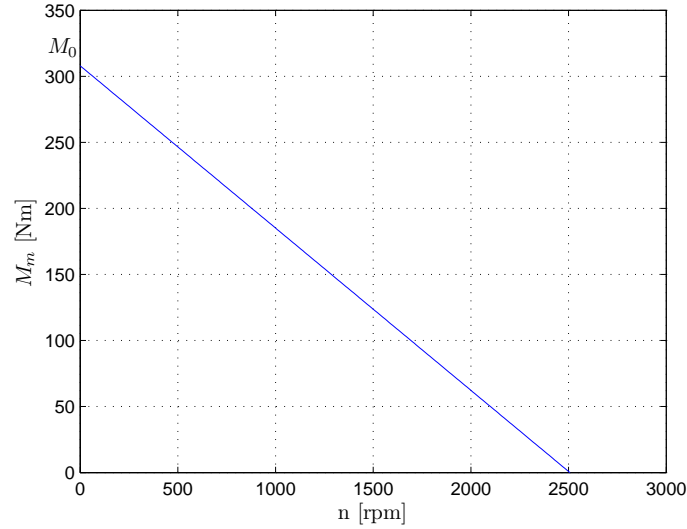

Figura 2: Curva caratteristica del motore
- o determinare la legge di moto a regime dell'albero di manovella della pompa considerando come curva caratteristica del motore quella rappresentata in figura 2 di equazione: